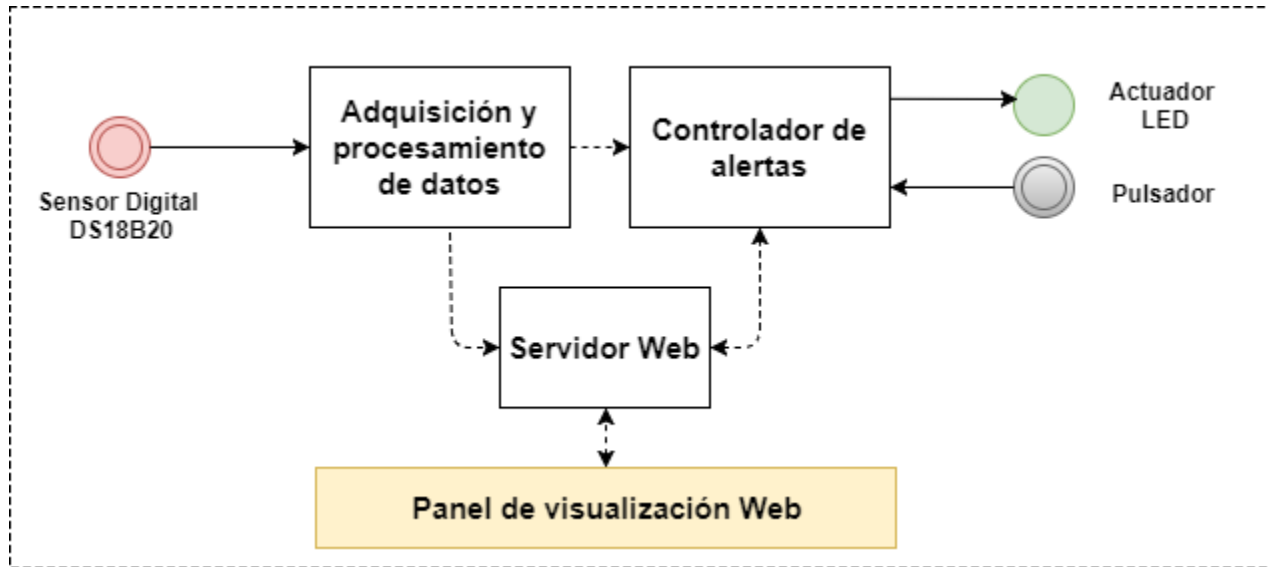

Figura 1. Diagrama de bloques general del sistema de monitorización y alertas tempranas para recintos cerrados.
En la Figura 1 se muestra un diagrama general de bloques de un sistema de monitorización de temperatura y generación de alertas tempranas para recintos cerrados. Analice el diagrama y con las herramientas adquiridas en los talleres realizados en clase, desarrolle los siguientes requerimientos mínimos:
- Desarrollo teórico bloques de la Figura 1: criterios de diseño, diagramas de flujo general (o diagrama de actividades) y código documentado totalmente.